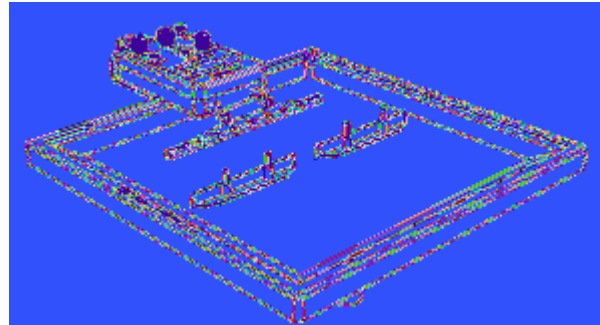

Abb. 3.2 Anordnung der langen Beugungsobjekte
1. Die beiden langen Beugungsobjekte etwa 3 cm voneinander entfernt so im Wasser anordnen, dass sie parallel und im Abstand von etwa 5 cm zum Erreger für ebene Wellen liegen (vgl. Abb. 3.2.).